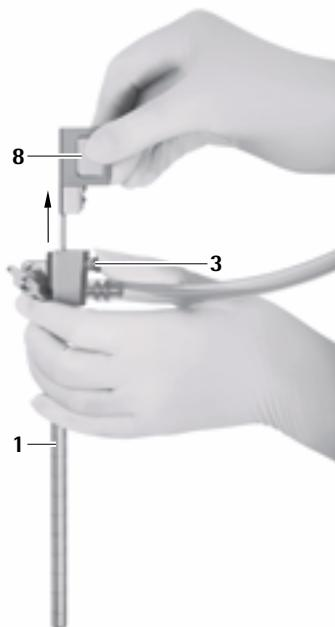

Fig. 10
- Premere il pulsante di rilascio **3** ed estrarre l'otturatore per il canale dell'ottica **8** attentamente dal trocar MINOP inVent **1**, vedere Fig. 10.